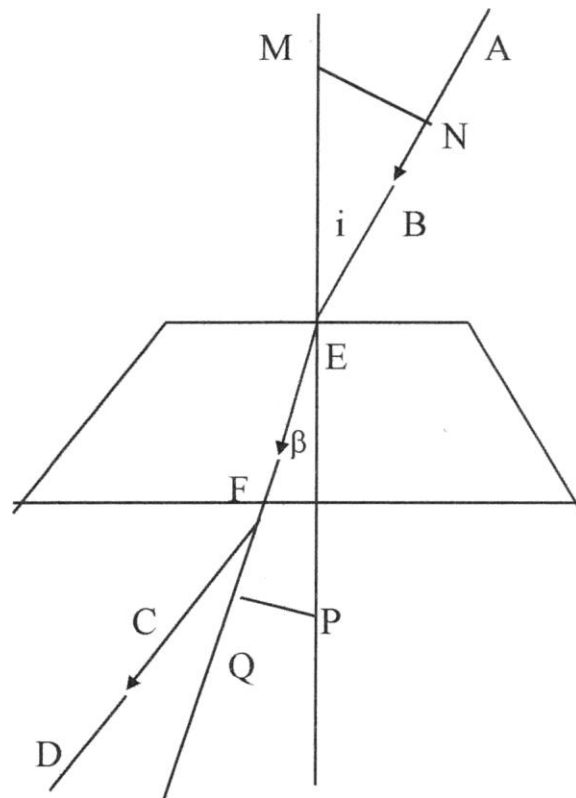

Рисунок 3.1 — Схема опыта по определению коэффициента преломления стекла
- 3.1 На подъемный столик положить чистый лист бумаги с подложенным под ним картоном. На лист положить стеклянную пластинку и карандашом обвести ее контуры (рис.3.1).